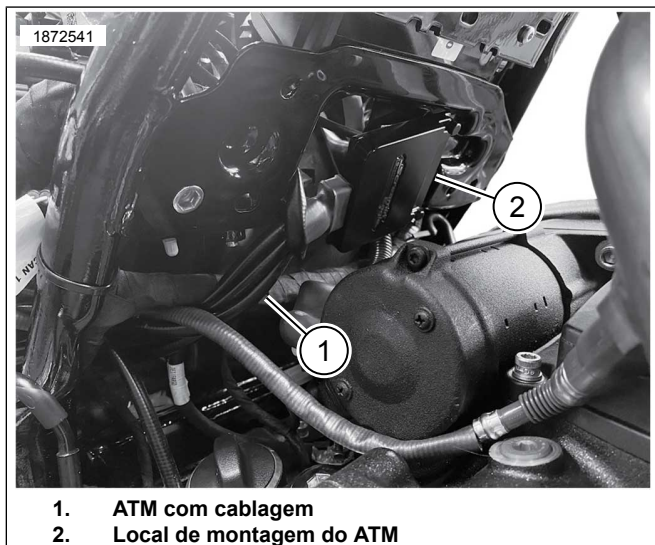

Figura 5. Local de montagem do ATM
11. Ver Figura 3 e Figura 5. Instalar o ATM (1) na parede exterior da área da bateria, por trás do cilindro traseiro, com os cabos a apontar para o lado direito do veículo.
13. Ver Figura 5. Instalar o ATM.
- Remover a proteção da parte adesiva da fita de fixação dupla e instalar o ATM (1) na parte de fora da área do compartimento da bateria, por trás do cilindro traseiro.
- a. Ver Figura 4 e Figura 5. Para eliminar o excesso de folga no chicote, encaminhar o chicote do sensor de oxigênio traseiro para a área da cobertura lateral, seguindo o mesmo trajeto dos outros conectores.